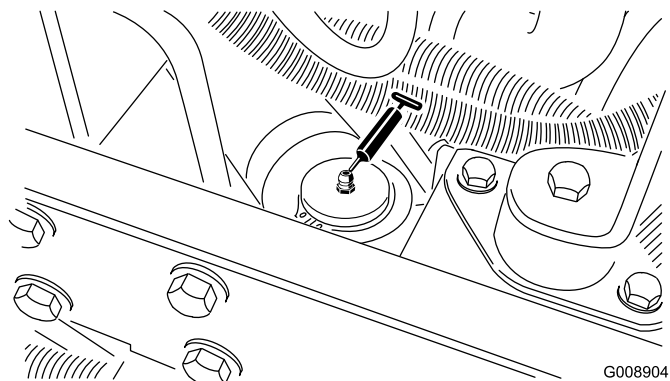

Figura 46
- Cilindro di sterzo (Figura 46)